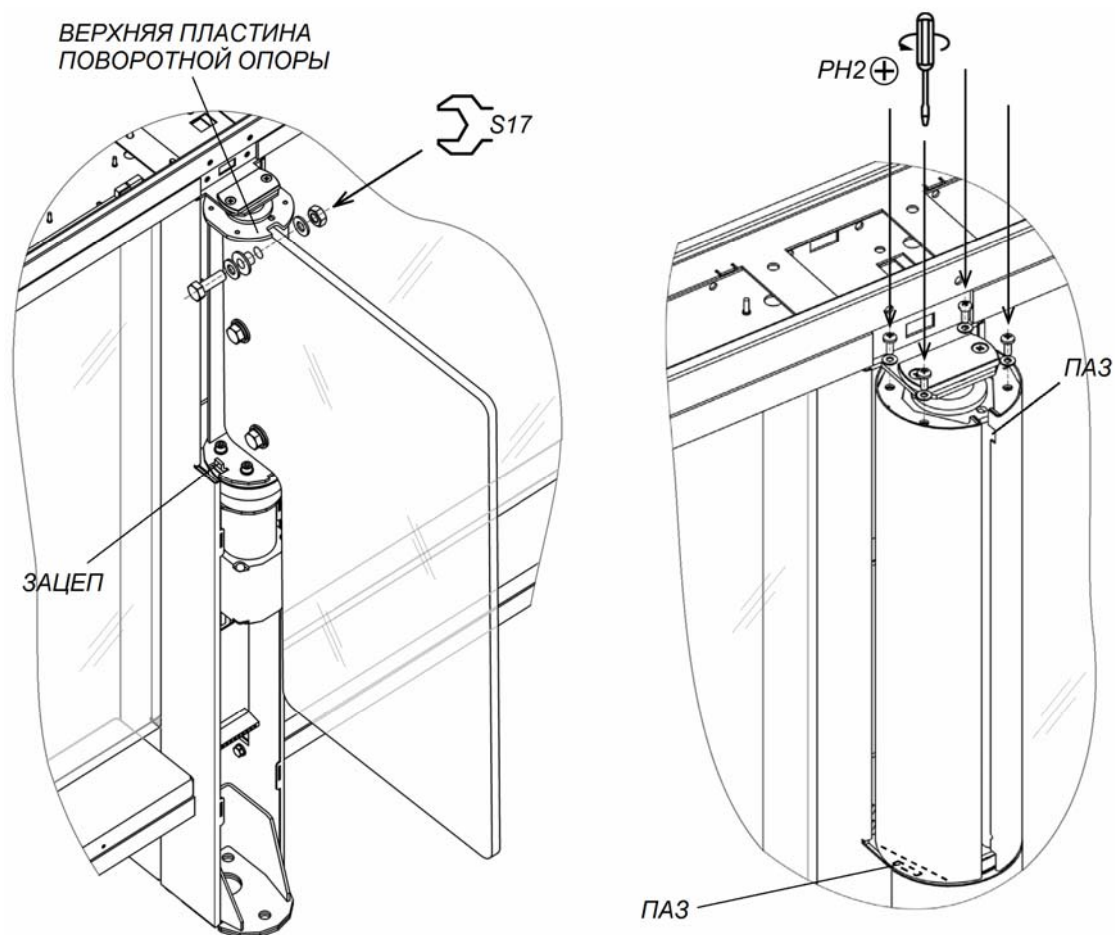

Рисунок 21. Створка и кожух створки
22. Распакуйте стеклянные створки (1) и произведите их монтаж (рис. 21, разд. 8.9.3).
23. Установите кожухи створок (4) из комплекта принадлежностей (рис. 21, разд. 8.9.4).
Снятие или установку створки производите вдвоем. Створка к поворотной опоре крепится в трех местах при помощи болтов M10×30, шайб 10, втулок пластиковых и гаек M10 (см. рис. 21). Используйте рожковые ключи S17.
2. Смонтируйте одну из частей кожуха на поворотную опору створки. Для этого оденьте кожух на верхнюю пластину поворотной опоры через пазы в верхней части кожуха, после чего сдвиньте кожух вниз до конца, введя нижний паз кожуха в зацеп, расположенный в нижней части поворотной опоры (см. рис. 21).